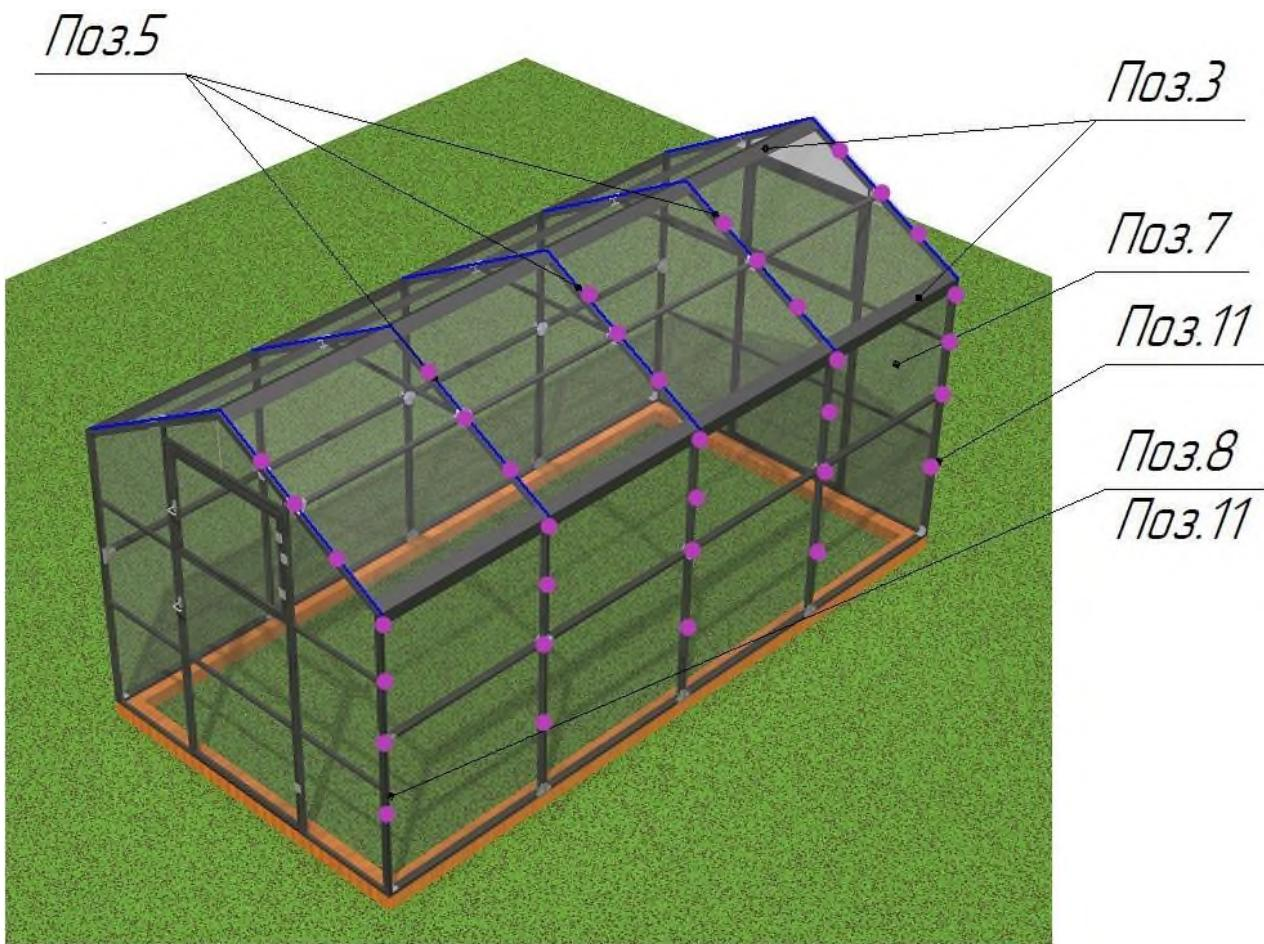

Рис.11 Монтаж поликарбоната
15. Установить и зафиксировать на конструкцию поликарбонат **Поз.7** с помощью саморезов с пресс шайбами **Поз.11** и оцинкованной стяжной ленты **Поз.5** (рис.11).